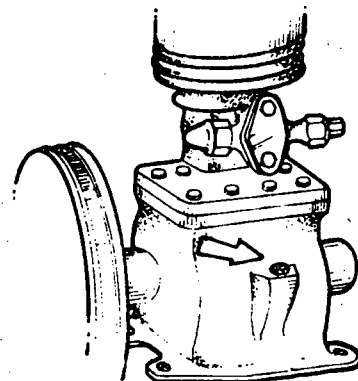

Fig. 1
- a Retire o tampão cônico do cárter usando chave própria (fig. 1).